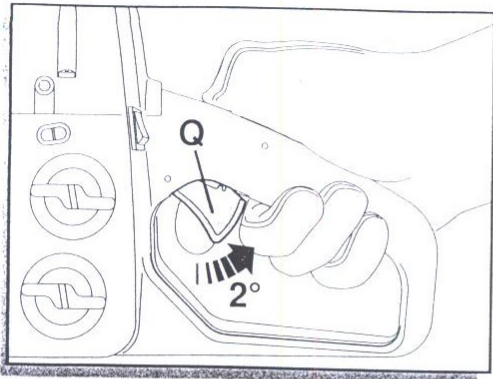

fig. 9
- For at få motoren til at køre i tomgang, tryk på sikkerhedslåsen P (fig. 9) med håndfladen og tryk kortvarigt på gas knappen Q.